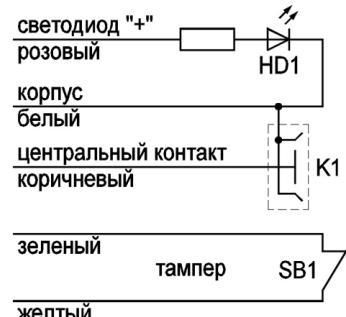

Рис.2 Назначение проводов УДС-ВТ
4. Подключить УДС-ВТ к оборудованию в соответствии с обозначением проводов УДС-ВТ (см. рисунок 2).